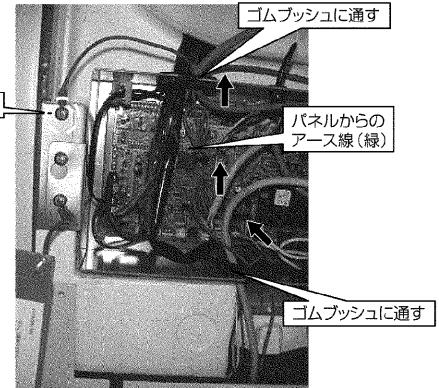

図22
- (2) (図22)のように本体制御箱内を通し、アース線取付箇所に付属のPTTネジ4×8を使用して、アース線を取付けてください。